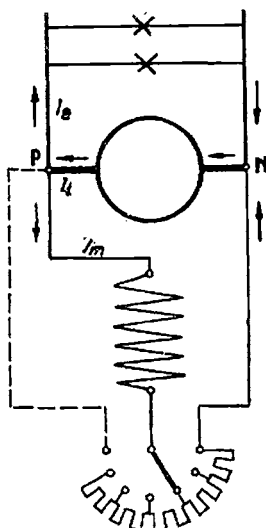

Fig. 205. — Schema generatorului cu excitație în paralel
**116. Generator cu excitația în derivație (paralel).** În acest caz prin inductor trece o parte  $I_m$  din curentul indusului  $I_t$ . Diferența între ele,  $I_e$ , este curentul care pleacă în exterior pentru a alimenta receptoarele de curent. (fig. 205).